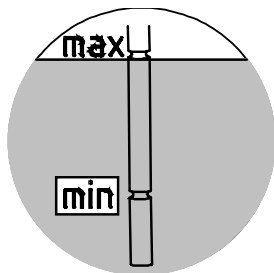

Abbildung 26: Ölstand prüfen mit Ölmesstab
2. Der Ölstand muss zwischen der unteren und der oberen Markierung bei ganz eingeschraubtem Peilstab liegen (siehe Abbildung 26). Falls der Ölstand zu gering ist, korrigieren Sie den Ölstand mit der entsprechenden Ölsorte.